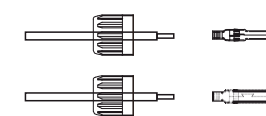

Figura 5.14 Insira o fio na porca do conector e pino de contacto
2. Insira o fio na porca do conector e no pino de contacto. (ver Figura 5.14)